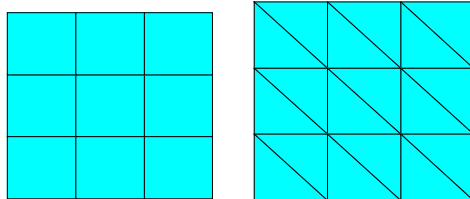

图 4-17 面映射网格
- (1) 该面必须是 3 条边或者 4 条边（有无连接均可）。
- (2) 如果是 4 条边，面的对边必须划分为相同数目的单元，或者是划分一过渡型网格。如果是 3 条边，则线分割总数必须为偶数且每条边的分割数相同。
- (3) 网格划分必须设置为映射网格。图 4-17 所示为一面映射网格的实例。